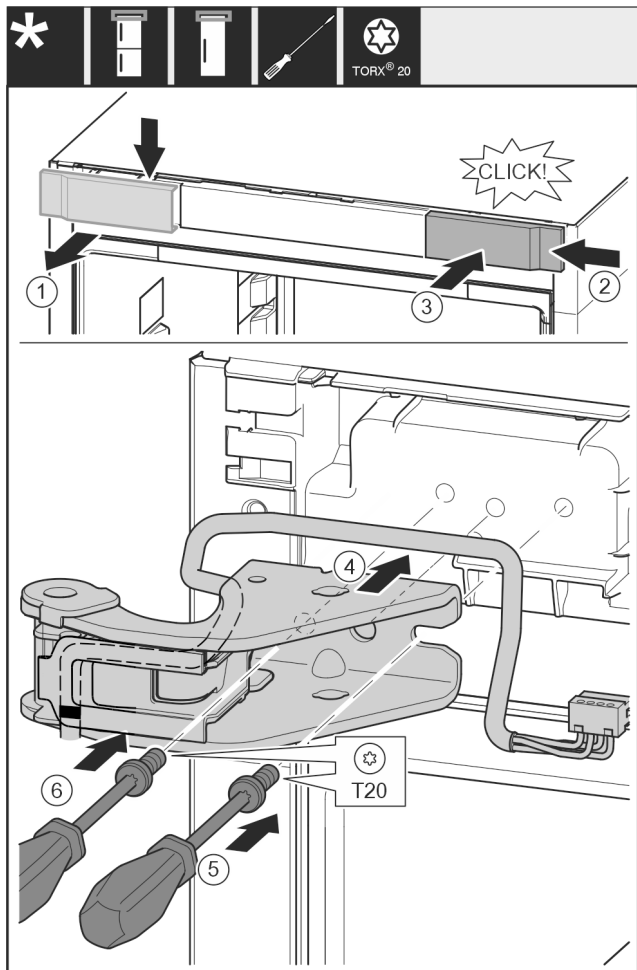

Fig. 32
- ▶ Nuimkite dengiamąją plokštelę iš viršaus į priekį. Fig. 32 (1)
- ▶ Dengiamąją plokštelę, pasukę 180°, užkabinkite kitoje pusėje iš dešinės. Fig. 32 (2)
- ▶ Užfiksuokite dengiamąją plokštelę. Fig. 32 (3)
- ▶ Uždėkite viršutinę atraminę gembę. Fig. 32 (4)
- ▶ Įkiškite varžtą atsuktuvu T20 ir tvirtai prisukite. Fig. 32 (5)
- ▶ Įstatykite varžtą atsuktuvu T20 ir tvirtai prisukite. Fig. 32 (6)